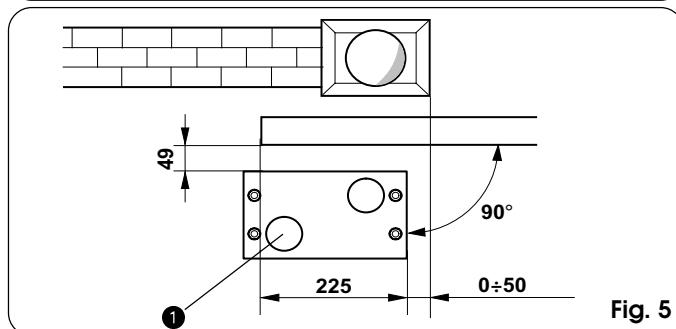
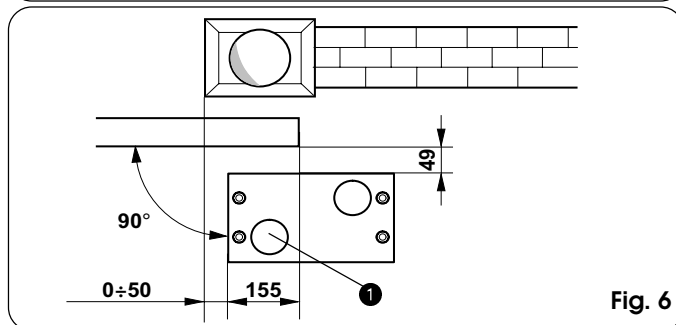

Fig. 5
Fig. 6
- 2) De funderingsplaat moet worden geplaatst zoals op fig. 5 (sluiting naar rechts) of fig. 6 (sluiting naar links) om te verzekeren dat pignon en tandheugel goed in elkaar grijpen.